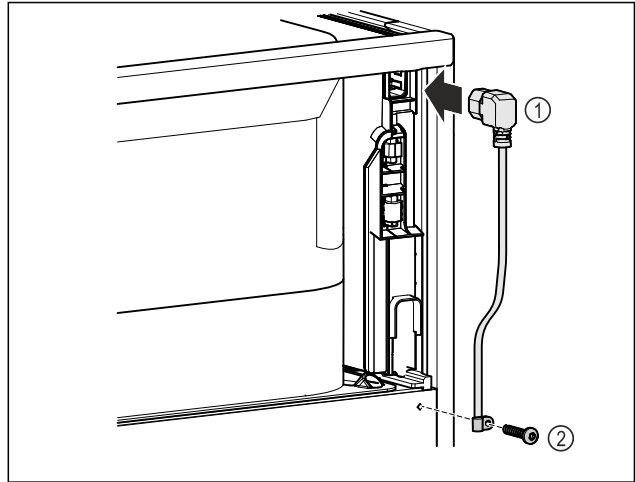

Fig. 76
- Inserire la presa del frigorifero del cavo di alimentazione Fig. 76 (1) sul retro dell'apparecchiatura.
- Montare il serracavo. Fig. 76 (2)